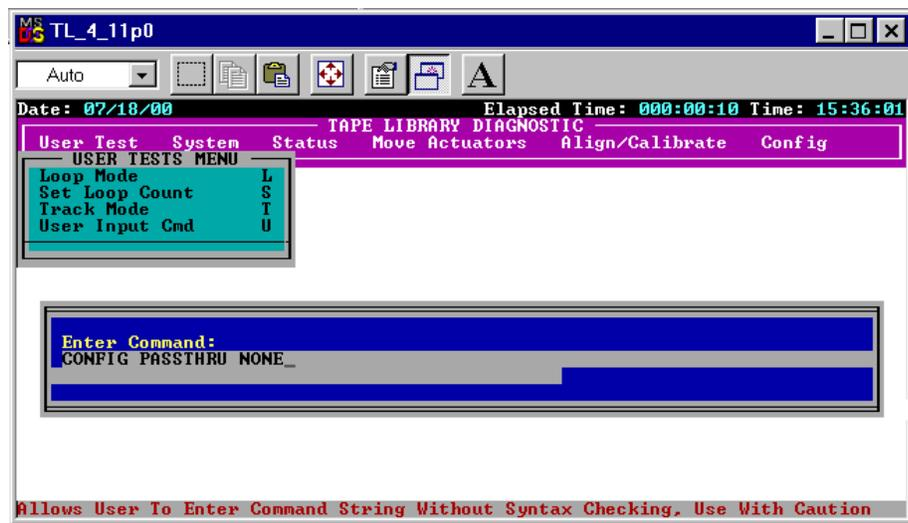

Abbildung 3-11. Dialogfeld *Command Line* (Befehlszeile)
5. Anschließend wird das Dialogfeld für die Befehlseingabe angezeigt (siehe Abbildung 3-11). Geben Sie Folgendes ein: